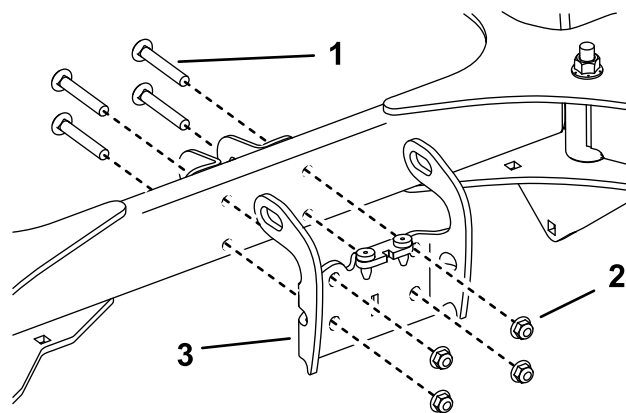

Figura 4
1. Retire los 4 pernos de cuello cuadrado ($\frac{3}{8}$ " x $2\frac{1}{2}$ "), las 4 tuercas ($\frac{3}{8}$ ") y el soporte de bloqueo existente (Figura 4).